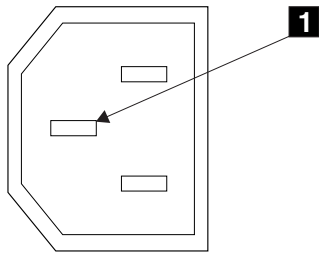

図4. 接地ピン
6. SAN ボリューム・コントローラーのフレームと各主電源コネクタの接地ピン (xxx ページの図 4 の **1**) の間の導通を検査します。